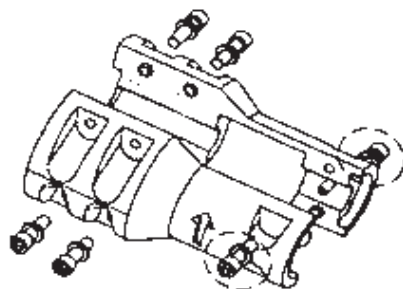

Figura 29: Tornillos de cabeza hueca del acople
26. Instale los (4) tornillos hexagonales en el prensaestopas del sello al alojamiento del sello. Vea la sección “Datos de ingeniería” en la página 8 de este manual para obtener el valor de par de torsión correcto.
28. Sujete el motor al adaptador de motor con los (4) pernos hexagonales retirados en el paso 6 de esta sección. Vea la sección “Datos de ingeniería” en la página 8 de este manual para obtener el valor de par de torsión correcto.
32. Apriete muy bien los (2) tornillos de cabeza hueca en la extremidad de la bomba del acople (consulte la Figura 29). Apriete el acople de manera uniforme; aseguro que el acople esté simétrico tanto en el eje de la bomba como en el del motor. NO apriete los tornillos de cabeza hueca aún.